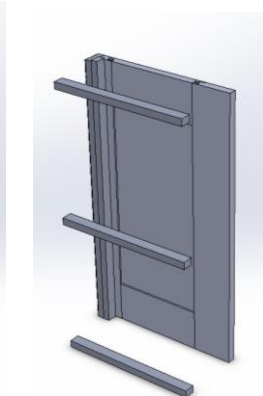

Рис. 37
- монтажные планки закрепить с помощью пластмассовых уголков (Рис. 37)